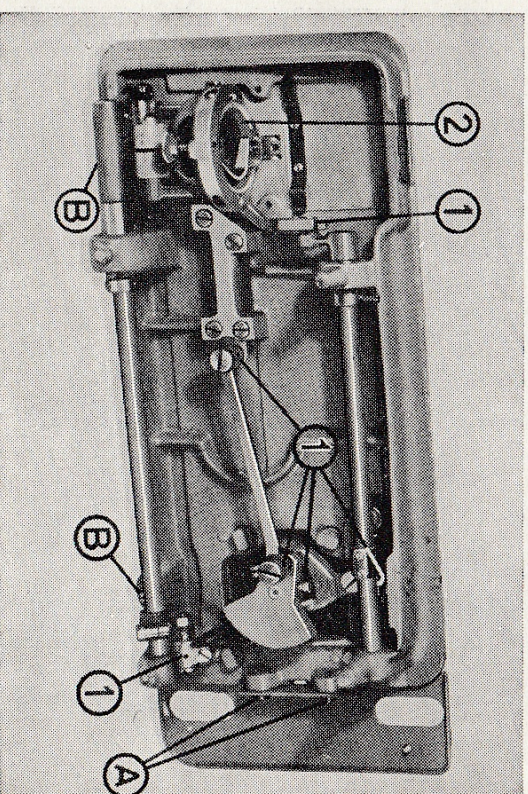

Fig. 8
Om de riemplaat van de grondplaat te verwijderen, moet men eerst de riem van het handwiel wegnemen, de kop van de machine achteruit kantelen zodat hij volledig op de scharnieren rust. Dan worden de twee vijzen A (fig. 8) los geschroefd, en door een grote schroevendraaier tussen de riemplaat en de grondplaat te plaatsen, kan men de riemplaat wegschuiven. Om de naaimachinekop van het meubel weg te nemen, verwijderd men eerst de riem van het handwiel en legt men hem op het meubel. Na de vijzen B (fig. 8) los gedraaid te hebben, volstaat het de kop op te heisen om hem van de scharnieren te heffen.
- De kop kantelen en het handwiel langzaam met de hand doen draaien tot de verschillende organen ongeveer de stand innemen zoals fig. 8 aantoont. Smeer de drie gaatjes en de twee vorken aangeduid door het cijfer 1.